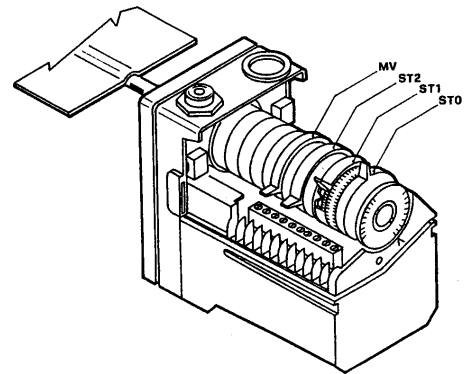
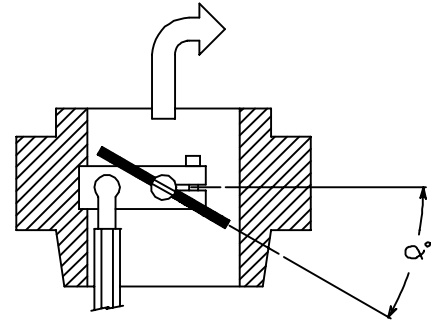
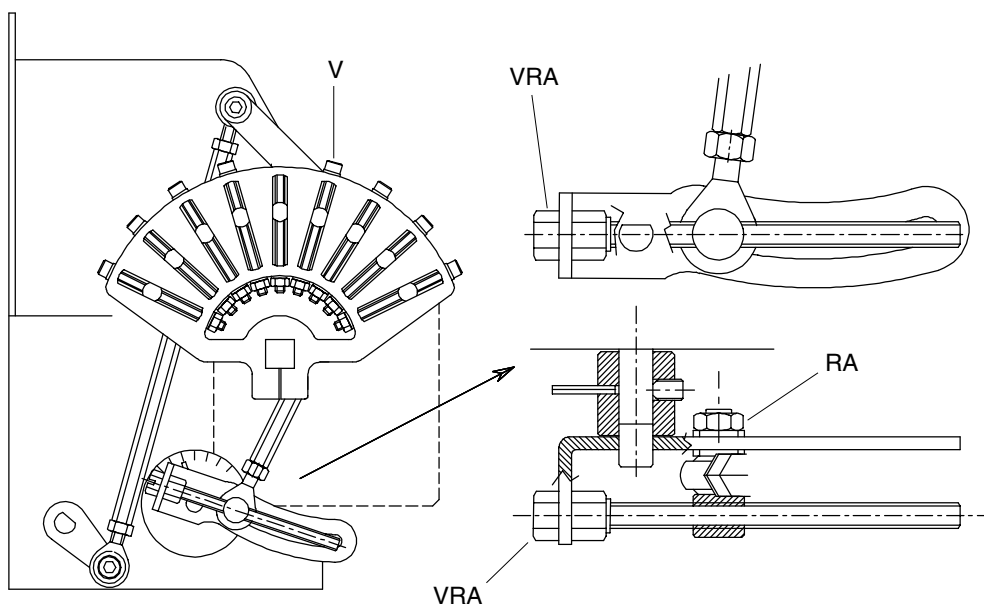

Fig. 27
Fig. 28
Fig. 29
2. Para ajustar la capacidad de aire de encendido quitar la excéntrica ST1 del servomando (ver fig. 27). Para aumentar la capacidad del aire aumentar el ángulo de apertura del servomando. Para ajustar la capacidad del aire de encendido, actuar en los tornillos ajustables V (ver fig. 29) para cambiar el ángulo de apertura de la válvula de mariposa (fig. 28), girar en sentido horario para aumentar la capacidad del gas, en sentido antihorario para disminuirla.